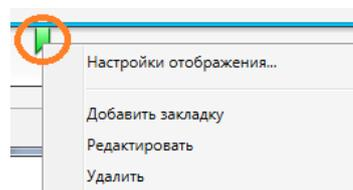

Рисунок 40 – Добавление закладки
5.2.2.2.3 Щелкнув по координатной линейке правой кнопкой мыши и выбрать из контекстного меню «Добавить закладку» (Рисунок 40).
Все закладки будут отображены на координатной линейке (Рисунок 41). Удалить или редактировать можно аналогично описанному выше способу командами в контекстном меню (Рисунок 40).
Для настройки отображения условных обозначений на координатной линейке необходимо щёлкнуть правой кнопкой мыши и из контекстного (Рисунок 40) меню выбрать «Настройки отображения».